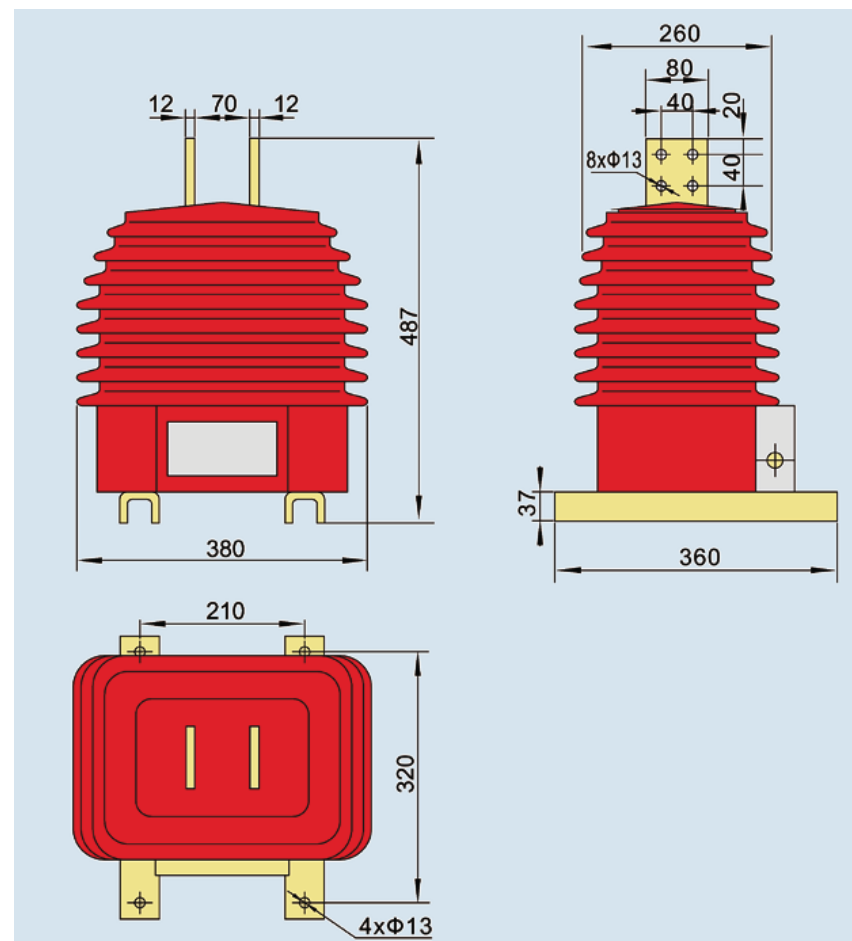

Рис. 6.1 Внешний вид и размеры трансформатора тока LZZBJ4-35 (W1)
6.1 Внешний вид и размеры трансформатора тока LZZBJ4-35 (W1) (см. рис. 6.1)